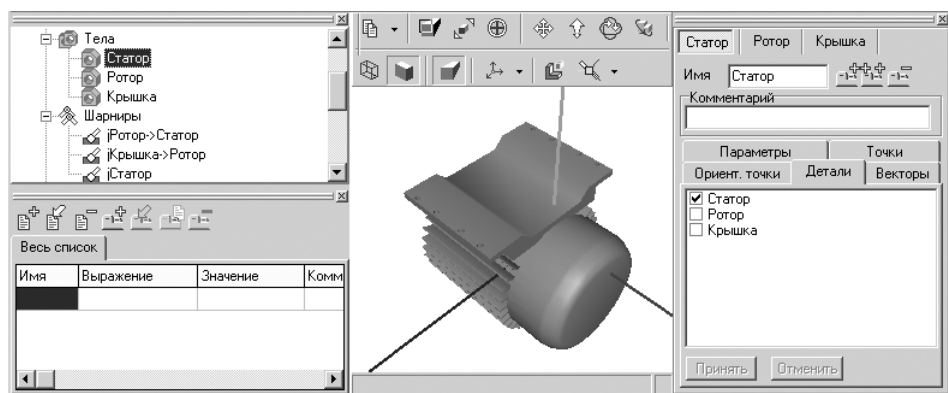

Рис. 2.91. Фрагмент главного окна системы **Универсальный механизм** с активным объектом **Статор** в **Дереве элементов** и раскрытой закладкой **Детали** в окне **Инспектор**
- щелкните в **Дереве элементов** в раскрытом пункте **Тела** по пункту **Статор**, а затем в окне **Инспектор** по закладке **Детали**, см. рис. 2.91;